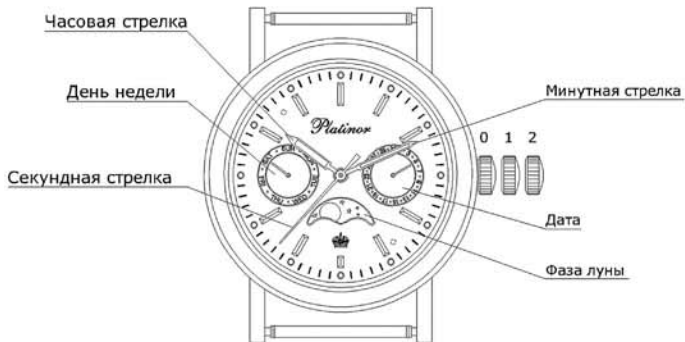

Рис. 10
- Выдвинуть заводную головку в положение 2 (здесь и далее – рис. 10).